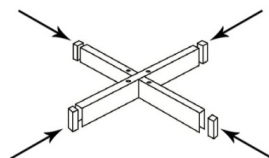

Fig 1
1. Prenez les deux pieds en croix et enfoncez les quatre embouts dans les extrémités. Croisez-les comme indiqué à la Fig 1.